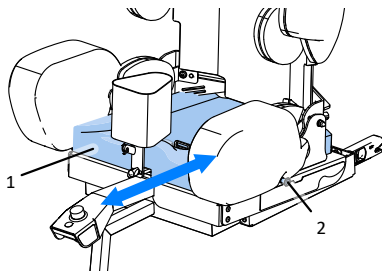

Abb. 15
11.1 Einstellung der Sitztiefe (Abb.15)